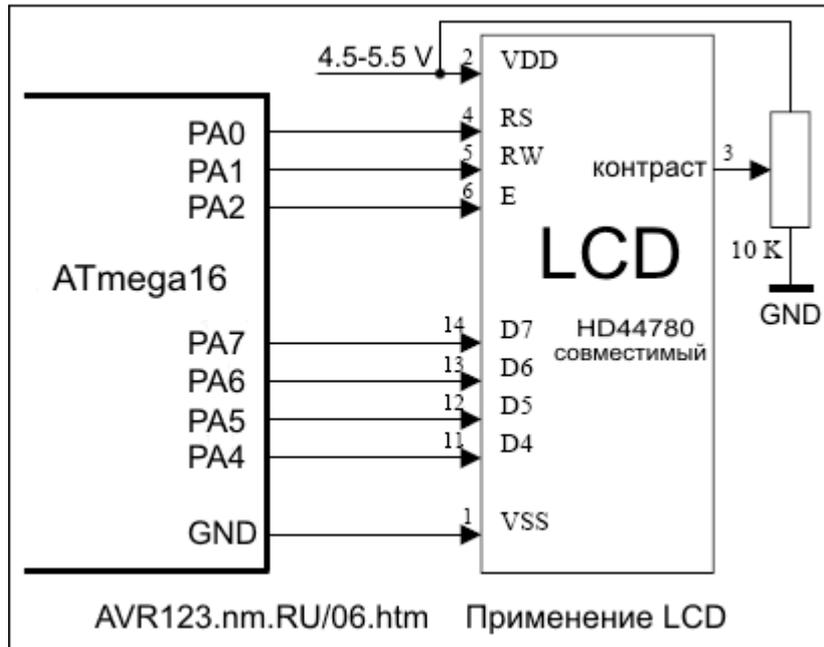

Рис. 9.1 – Типовая схема включения LCD дисплея
**4.** В следующем проекте будем выводить данные на символьный LCD дисплей (жидко-кристаллический индикатор). Схема его подключения к порту А микроконтроллера приведена на рис. 9.1 (там же указан источник информации, в котором вы можете более подробно ознакомиться с решаемой задачей).